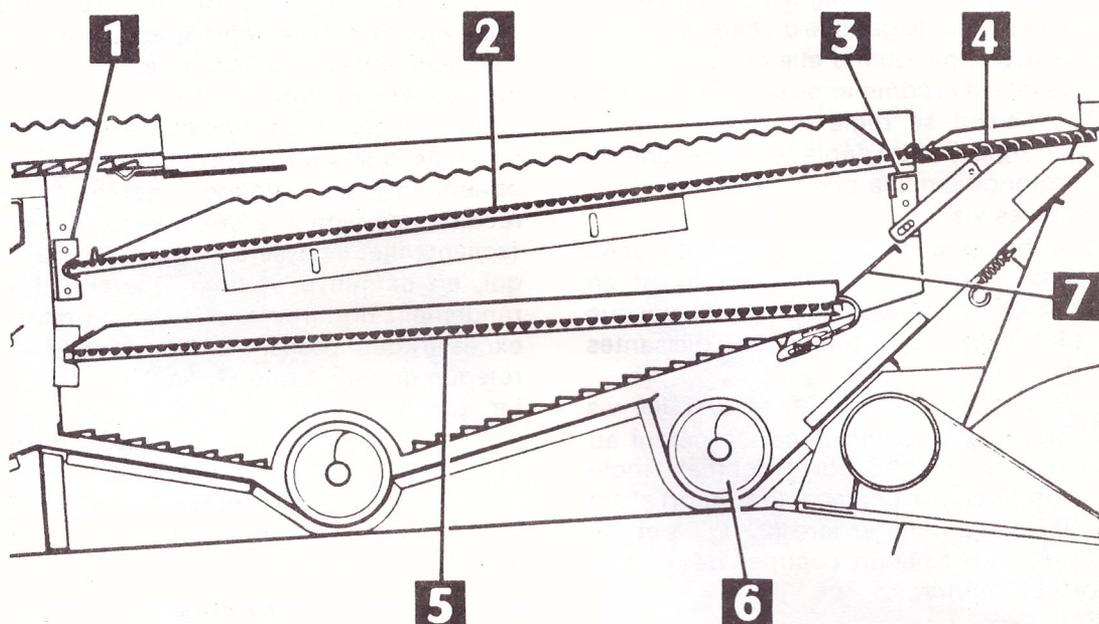
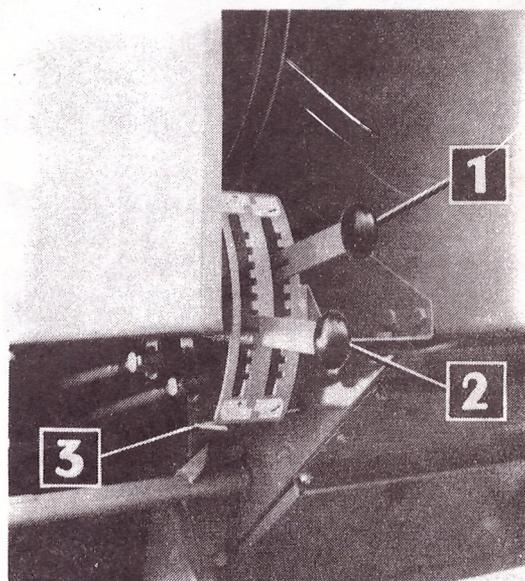
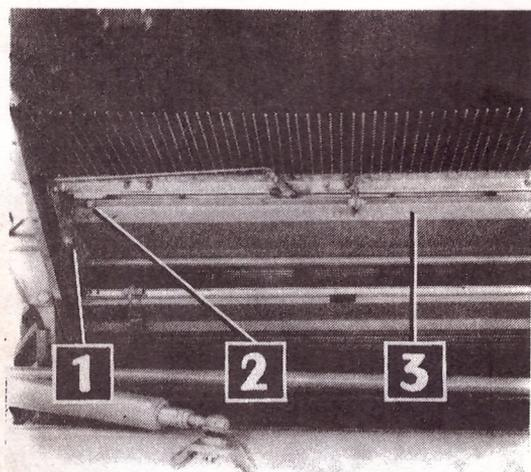

FIG. 23
FIG. 24
FIG. 25
Le nettoyage des grains s'obtient en les séparant de la poussière, de la balle et des débris de paille par action mécanique sur les cribles, liée à l'action d'un courant d'air (voir figure 23) ; l'émondoir et la seconde ventilation, qui sont livrés sur demande, permettent un meilleur nettoyage de la récolte.
Pour les produits légers, diriger la majeure partie des vents vers l'avant des grilles. Le réglage du volume d'air s'effectue en déplaçant le levier intérieur (1, fig.24) et le réglage de la direction de l'air se fait par le levier extérieur (2).
Crible supérieur (2, fig.23)
L'ouverture du crible réglable se fait en fonction du produit. En général, on doit se servir de la plus grande ouverture possible pour toute récolte, afin de bénéficier au maximum de l'air venant du ventilateur. La prolonge inclinée, qui peut être montée à la place du peigne (4, fig.23) doit être ouverte au moins autant que le crible. Au cas où la récolte présente des « verts », (herbe, etc...), il faut diminuer l'ouverture de la prolonge et la soulever afin d'éviter une surcharge du retour des otos (6, fig.23) et la perte de grains.
Le réglage de l'ouverture du crible se fait en agissant sur la poignée (3, fig.24) en saillie sur le côté gauche du caisson ; celui de la prolonge, quand elle est montée, en agissant sur la commande située à l'arrière. L'inclinaison se règle en desserrant les vis (1, fig.25) et en déplaçant le peigne ou la prolonge dans la position voulue ; bien serrer les vis.
Pour démonter le crible, enlever les vis (2, fig.25) et le sortir, le caisson étant au point mort avant ; pour modifier l'inclinaison du crible, déplacer le support avant (1, fig.23) et celui arrière (3, fig.23 et 25) qui peuvent chacun occuper deux positions de montage.
Le crible inférieur (5, fig.23) est interchangeable, afin de monter une grille à trous appropriés pour chaque récolte, voir pour cela le tableau 3.
Tenir compte qu'en utilisant les grilles à trous de diamètre relativement petit, on obtient une plus grande propreté de la récolte, cependant le crible se salira plus facilement et il passera moins de grains ce qui, en définitive, réduira légèrement le rendement horaire. Pour éviter un retour excessif des otos, monter la tôle de retenue du petit grain (7, fig.23).